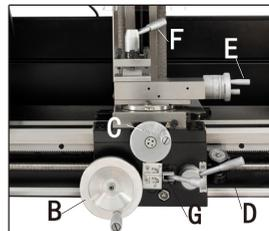

图15
11. 纵向移动手轮(B, 图15)
12. 横向移动手柄(C, 图15)
13. 开合螺母手柄(D, 图15)
14. 小拖板移动进给手柄(E, 图15)
15. 刀架紧锁手柄(F, 图15)
16. 机动走刀手柄(G, 图15)
向左按下丝杆(G, 图15)横向进给, 反之, 则纵向进给。